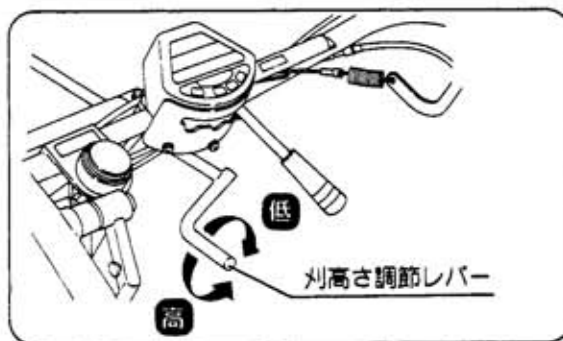

図33
- 2 刈高さ調節レバーを調節して、草刈・つる刈高さを決めます。(図33)